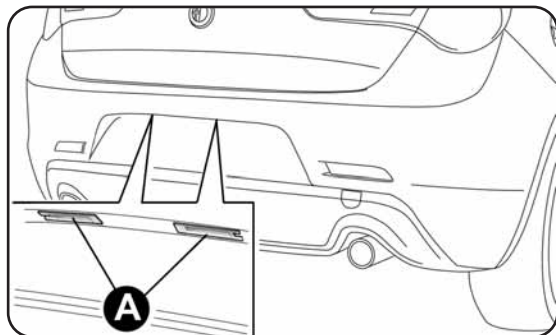

fig. 139
- enlever les groupes transparents A-fig. 139 ;